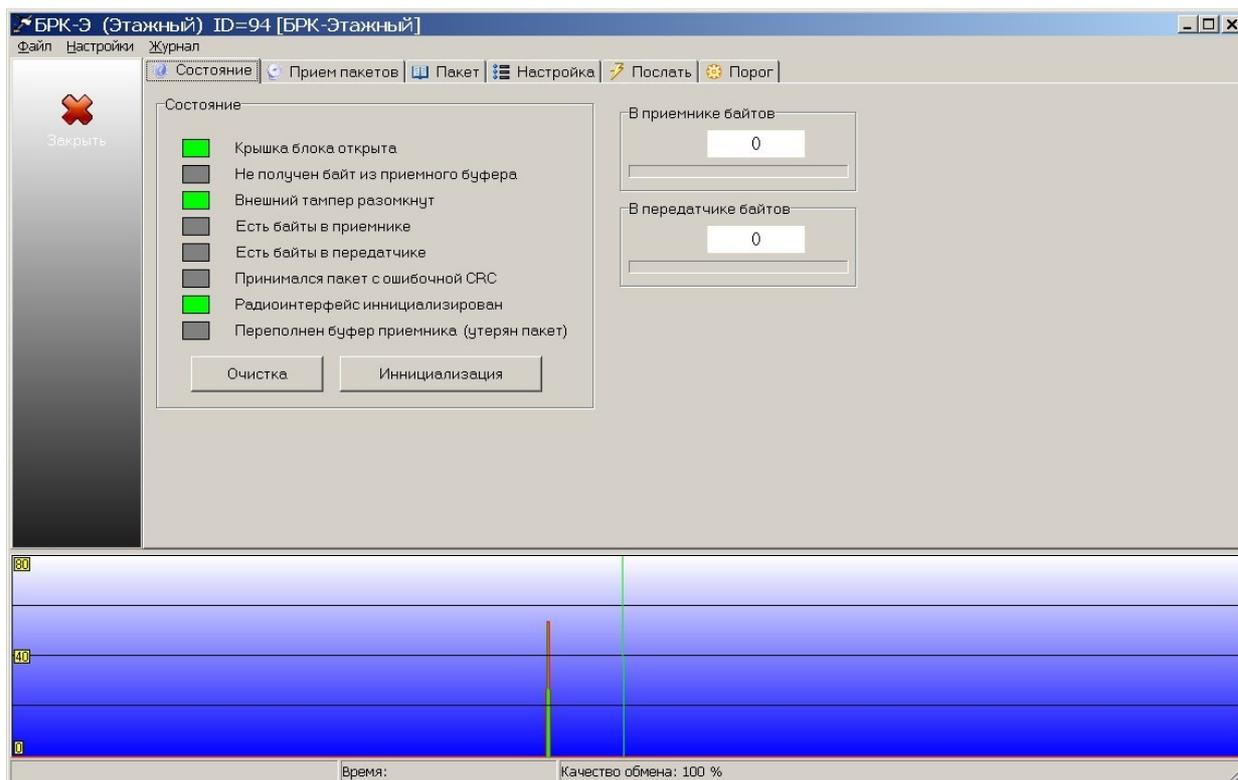

Рисунок 19
7) В основном окне БРК-Э выполнить команду «Тест», выбрать вкладку «Состояние» (рисунок 19) и выполнить команды:
8) В основном окне БРК-Э проверить байт состояния БРК-Э (рисунок 19):